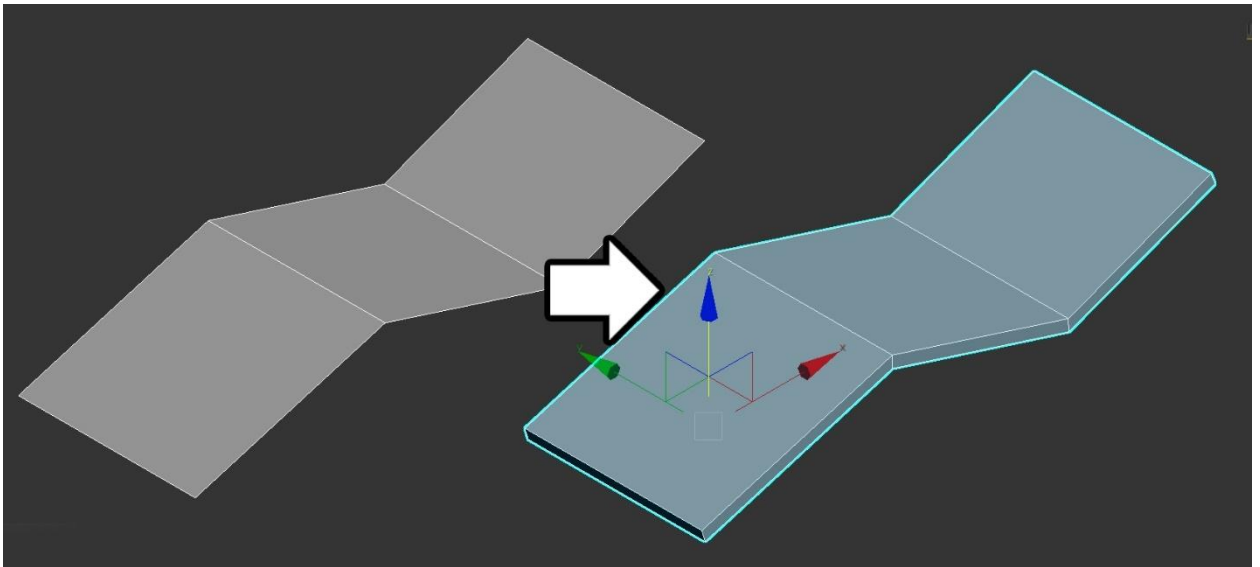

Рисунок 90 – Применение к объекту модификатора Оболочка
- Модификатор **Оболочка (Shell)** позволяет добавлять толщину полигонам, что весьма важно при создании объектов под трехмерную печать (рис. 90)